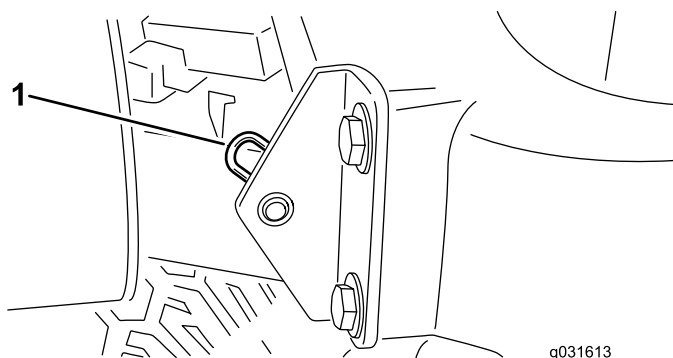

Figura 33
2. Togliete la coppiglia che fissa il perno del cofano alle staffe di montaggio (Figura 33).